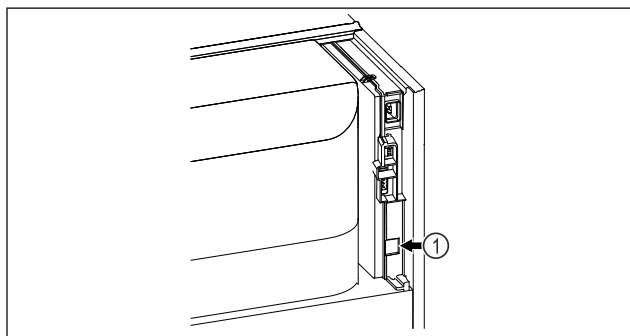

Fig. 172
- ❑ Le SmartModule Fig. 172 (1) est installé.